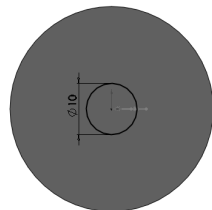
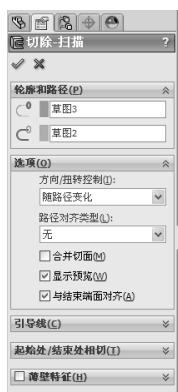

图 3-55 在零件实体模型前面绘制圆草图
图 3-56 扫描切除属性设置
(3) 在零件实体模型前面上绘制圆草图，如图 3-55 所示。
(4) 单击【特征】工具栏上的【扫描切除】按钮，出现【切除-扫描】对话框。
(5) 对扫描切除属性设置，在“轮廓和路径”轮廓中选择“草图 3”，路径选择“草图 2”，如图 3-56 所示。